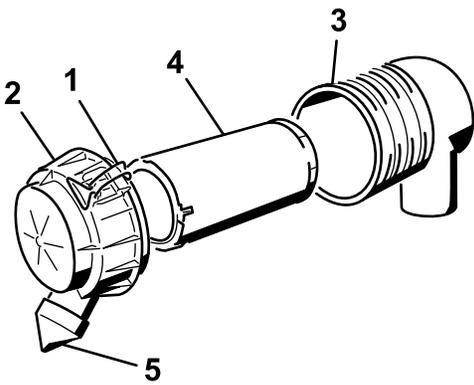

Рисунок 22
3. Освободите защелки воздухоочистителя и снимите крышку воздухоочистителя с корпуса воздушного фильтра (Рисунок 22).
- Осторожно извлеките фильтр из корпуса воздушного фильтра (Рисунок 22).
- Осторожно установите фильтр (Рисунок 22).
- Установите крышку воздухоочистителя таким образом, чтобы пылезащитный колпачок был ориентирован вниз, и закройте защелки (Рисунок 22).